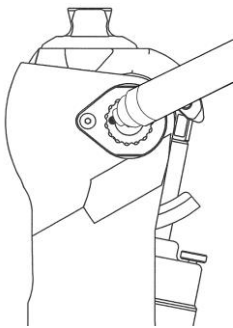

図6.
- 1) 歯付止めボルトの回転位置の目安とするため、回り止めネジと接している歯付止めボルトの谷にマジックなどで印をつけます。（図6参照）